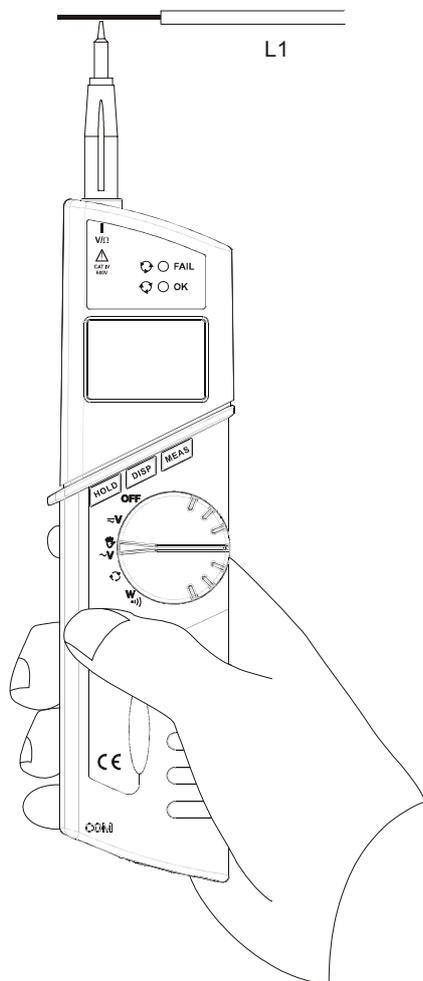

Fig. 6: Test del senso ciclico delle fasi e della concordanza di fase
2. Mantenere lo strumento correttamente impugnato come indicato in Fig. 6 toccando con un dito la piastrina metallica.